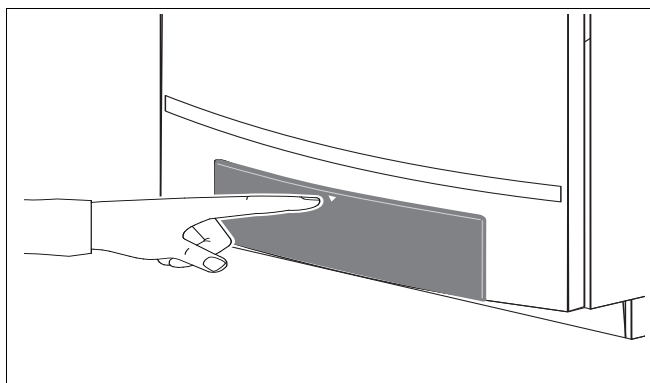

Bild 29 Öppna manöverpanelen
- Öppna manöverpanelen genom att trycka på luckan (bild 29).